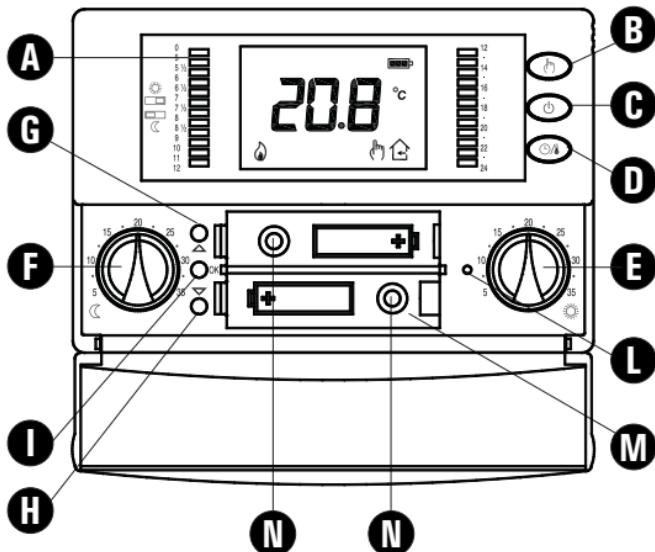

Fig. 5
- Inserir las pilas en el compartimento pilas (M de Fig. 5); ver párrafo 'INSERCIÓN / SUSTITUCIÓN BATERÍAS' .